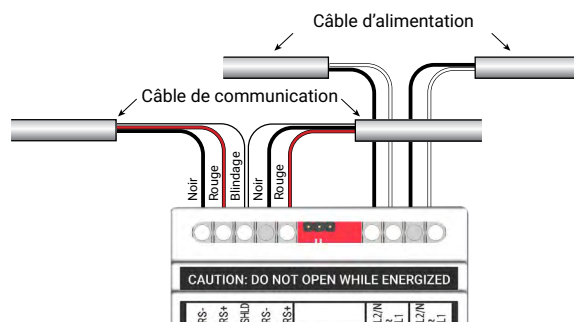

Figure 3a. Connexions d'alimentation et de télémétrie pour TTSIM-3-LV/LVS et TTSIM-4-LV
Les connexions d'alimentation et de télémétrie sont illustrées aux Figures 3a et 3b et dans les Tableaux 1a et 1b.
- Dénudez les conducteurs principaux sur environ 6 mm (¼ po) afin d'effectuer les connexions suivantes (voir Figures 3a et 3b).